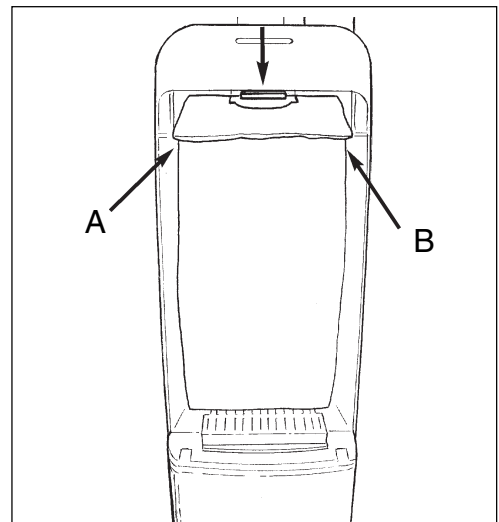

Figura 19
3. Sostenga la entrada de cartón en ambos lados de la bolsa (vea los puntos A y B en la figura 19), rote levemente y tire de la bolsa.
- e. Asegúrese de que el cartón sea empujado completamente hasta hacer tope en el adaptador de la bolsa (figura 19), de lo contrario la puerta no cerrará.